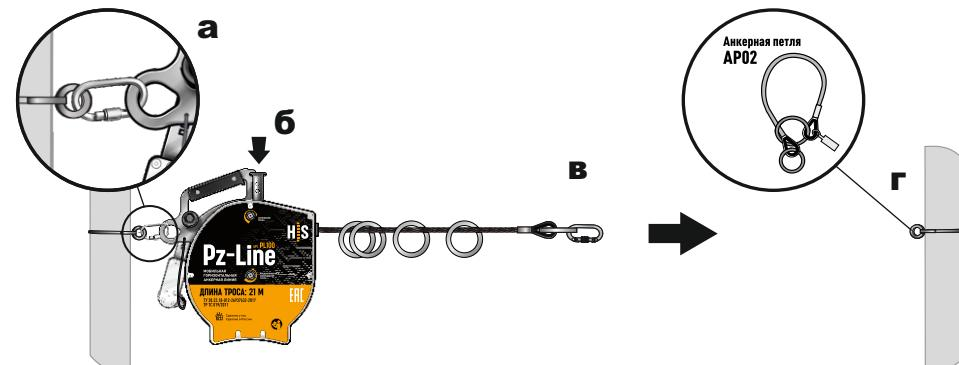

Рис. 18 Монтаж анкерной линии Pz-Line.
4. Соединить анкерную проушину на корпусе устройства с анкерной петлей, установленной на опоре, при помощи карабина (рис. 18а).
5. Нажать кнопку на ручке корпуса (рис. 18б) и, удерживая ее, вытянуть трос на необходимую длину (рис. 18в). Убедитесь в том, что ручка натяжения троса находится в парковочном положении. При отпускании кнопки втягивание троса автоматически блокируется. Если трос не блокируется, устройство использовать запрещено.
6. Установить вторую анкерную петлю AP02 на другую опору (несущая конструкция) (рис. 18г).